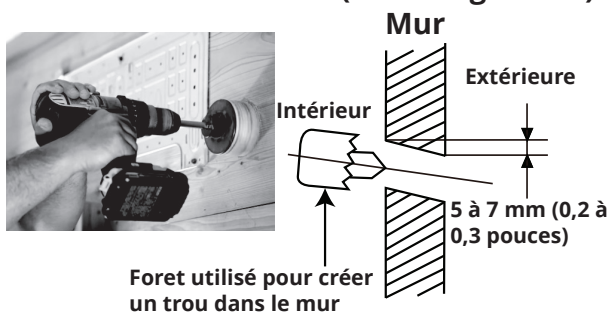

Figure 5.5
2. À l'aide d'une carotreuse d'un diamètre de 90 mm (3,54 pouces), percez un trou dans le mur avec un léger angle vers le bas, de sorte que l'extrémité intérieure du trou soit plus haute que l'extrémité extérieure du trou, d'environ 5 mm à 7 mm (0,2 pouces à 0,275 pouces). Cela permettra d'assurer une bonne évacuation de l'eau de l'unité intérieure (voir la figure 5.5).